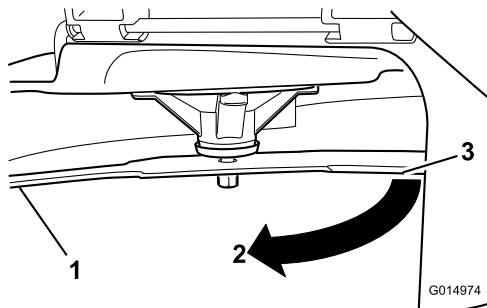

Figura 76
3. Distancia medida entre la cuchilla y la superficie (A)
4. Gire la misma cuchilla 180 grados de manera que el otro extremo esté en la misma posición (**Figura 76**).